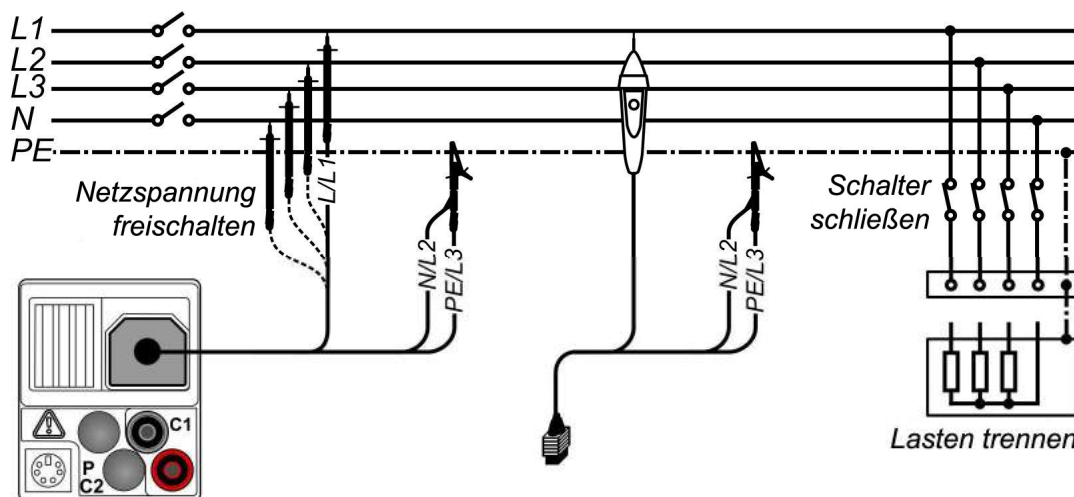

Abbildung 5.6: Anschluss der 3-Leiter-Prüfleitung und der Commander-Prüfspitze
- ❑ Kontaktieren Sie die Prüfleitungen an das Prüfobjekt (siehe Abbildung 5.6).